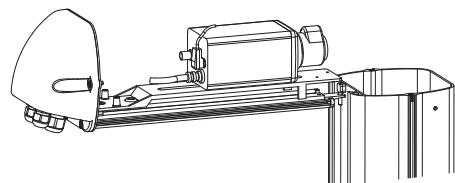

Fig. 02
Zum Öffnen des Schutzgehäuses die an der Rückwand auf halber Höhe seitlich angebrachten Schrauben lösen (01), den Körper herausziehen (02), an der dafür gedachten Haltevorrichtung anhängen (Fig. 02, Seite 4) und den Innen- und Außenschlitzen in Arbeitsstellung belassen. Bevor Sie das Gehäuse schließen, entfernen Sie bitte von dem lose beigegebenen Silikat-Salzbeutel die äußere transparente Verpackung. Legen Sie nun den weißen Beutel in das Innere des Gehäuses.